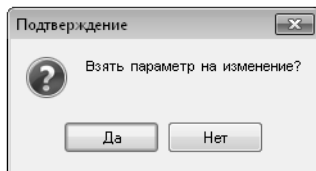

Рис. 13.10.
22. Щелкните левой кнопкой мыши по значению параметра перехода. В появившемся диалоге (рис. 13.10) нажмите кнопку **Да**. Нажмите кнопку **Редактирование размера** и установите в открывшемся диалоге размер  $\varnothing 60h9$ . Аналогичным образом измените длину на *20-0,16* мм.